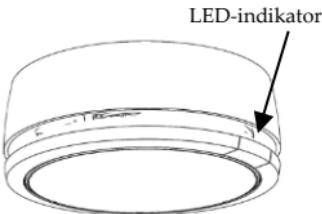

Figur 8
4. Öppna batterifackets lucka (*se figur 8*).